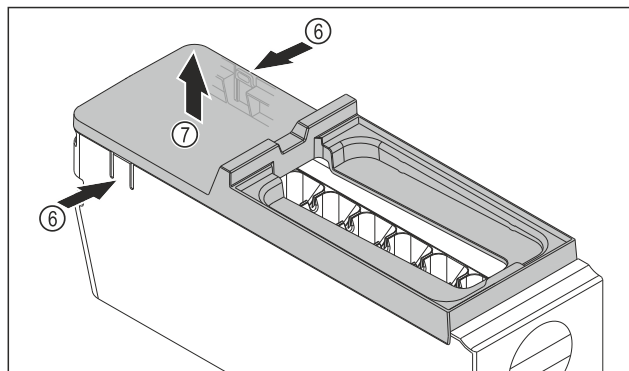

Fig. 184
- ▶ Vyjmutí krytu korpusu EasyTwist-Ice: Lamely Fig. 184 (6) na obou stranách korpusu EasyTwist-Ice stlačte jednou rukou.
- ▶ Kryt Fig. 184 (7) vyjměte druhou rukou nahoru.